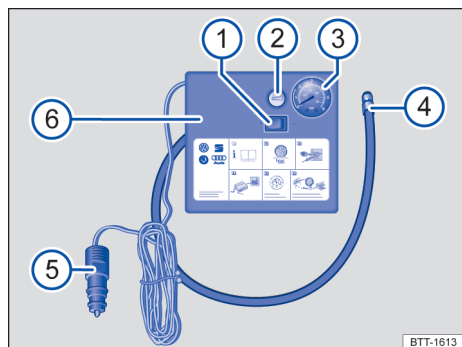

Fig. 195 Representação esquemática: compressor do kit de reparo de furos.
O compressor do kit de reparo de furos é composto pelos seguintes elementos → Fig. 195:
- Rosqueie fixamente a mangueira de enchimento dos pneus → Fig. 195 ④ do compressor de ar na válvula do pneu.
- Verifique se o bujão de descarga de ar → Fig. 195 ② está fechado.
- Acople o conector de 12 V → Fig. 195 ⑤ a uma tomada 12 V do veículo → Página 177.
- Ligue o compressor de ar com o comutador liga / desliga → Fig. 195 ①.
- Deixe o compressor em funcionamento até alcançar uma pressão de 2,0 a 2,5 bar (29-36 psi / 200-250 kPa) → ⚠. **Não o deixe funcionar mais de 8 minutos** → ①.
Volte a rosquear a mangueira de enchimento dos pneus → Fig. 195 ④ e verifique a pressão do pneu no indicador ③.